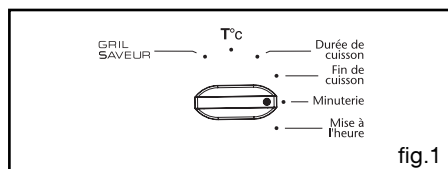

fig.1
- positionnez le sélecteur de programme sur la position "minuterie" (fig.1). Le symbole minuterie ☒